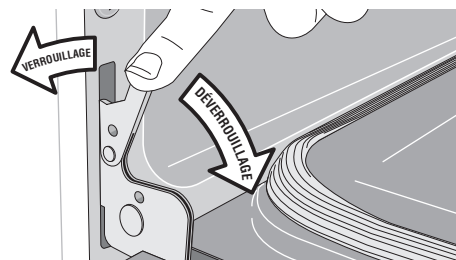
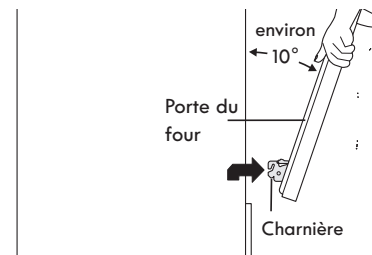

Figure 10: Charnière de porte en position verrouillée
Figure 11: Déverrouillage de la charnière de porte
2. Tirez vers le haut le verrou situé sur chaque support de charnière vers l'avant du four jusqu'à ce que le verrou se bloque. Il se peut que vous deviez pousser légèrement le verrou vers le haut pour le lever (Figure 10 et Figure 11).
4. Poussez les verrous des charnières de droite et de gauche vers le haut et dans le cadre du four jusqu'à ce qu'ils soient en position verrouillée (Figure 10).